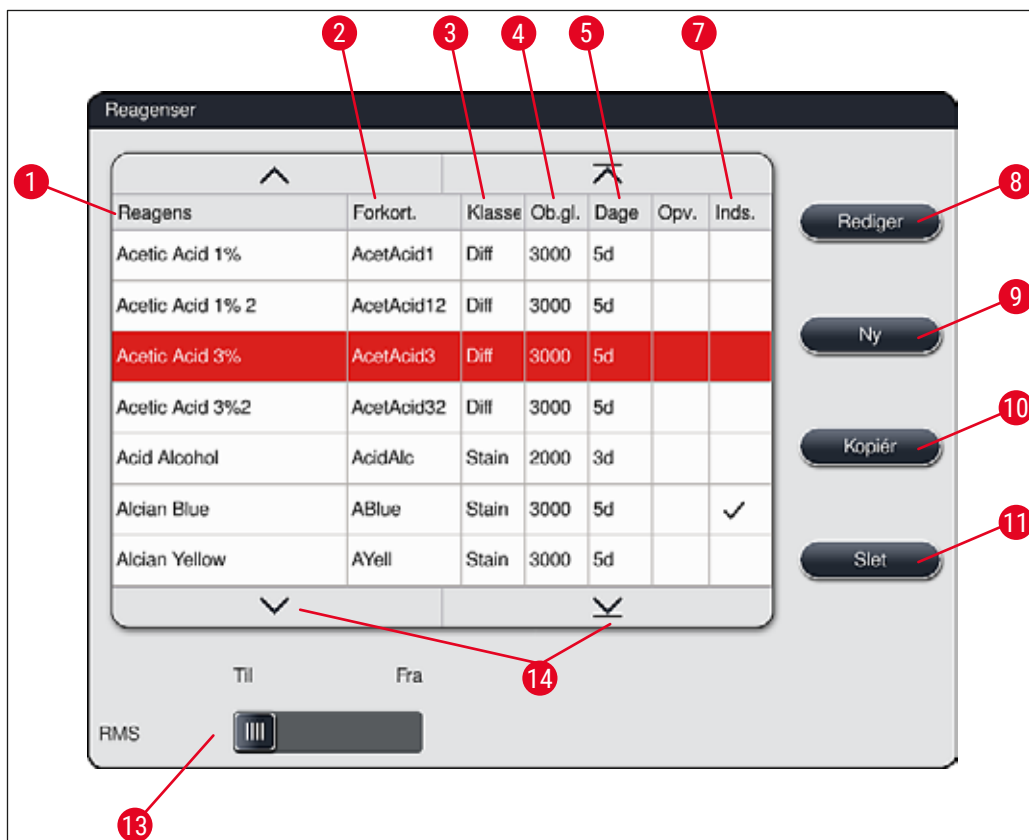

Fig. 36
- Vælg det reagens, som skal kopieres, på reagenslisten (→ "Fig. 36") ved at trykke på den og trykke på knappen **Kopier** (→ "Fig. 36-10").
- Vælg det reagens, som skal ændres, på reagenslisten (→ "Fig. 36") ved at trykke på den og trykke på knappen **Rediger** (→ "Fig. 36-8").